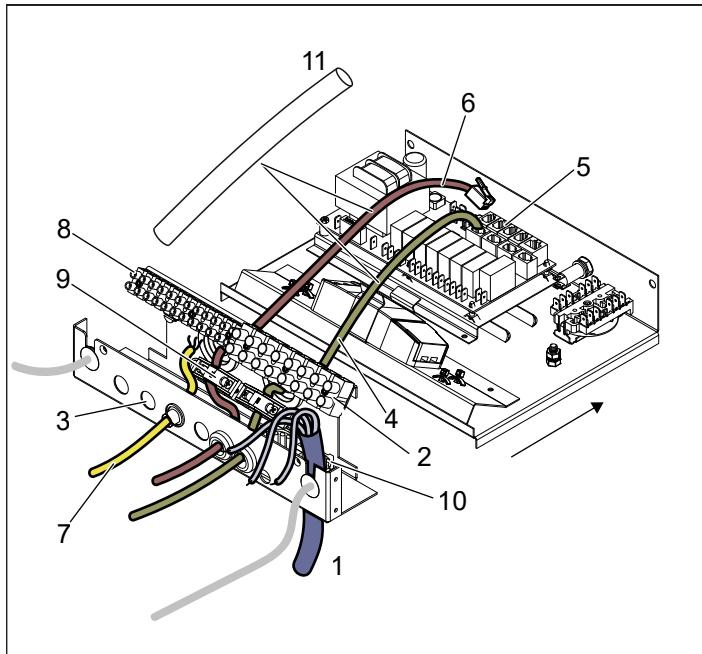

Afb. 10: Verwijder de achterklep en het onderste luik.
4. Buig de zijkanten naar buiten en verwijder de achtercover (zie 1 op afbeelding 10). Verwijder het onderste luik (zie 2 op afbeelding 10).
8. Sluit de licht-/Aux-kabel (zie afbeelding 10) aan volgens het bedradingsschema op afbeelding 18 (indien van toepassing).